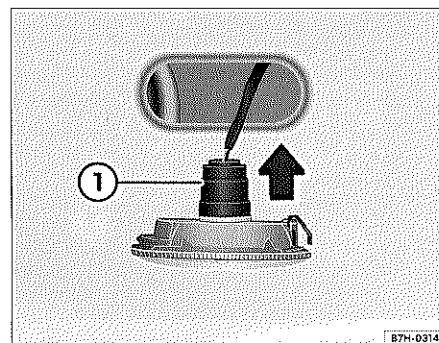

Fig. 38 Cambio de la lámpara del intermitente lateral
5. Extraiga el portalámparas y la lámpara ⇒ fig. 38 ①.
6. Sustituya la lámpara ⇒ ①.